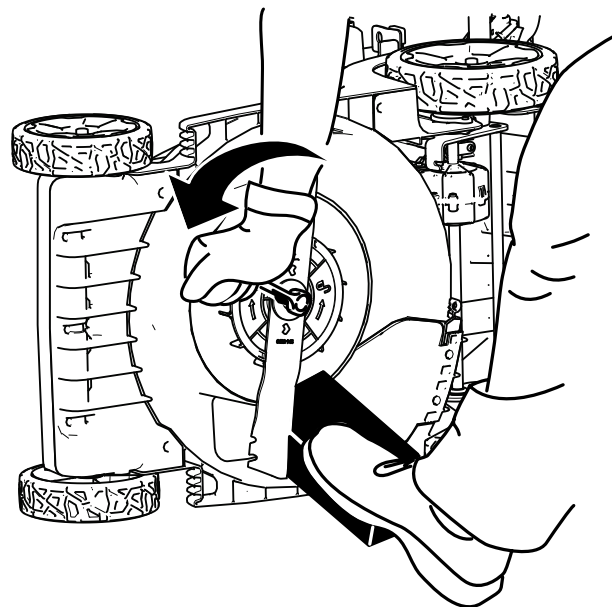

Figura 24
2. Folosiți o bucată de lemn pentru a menține lama stabilă (Figura 24).
3. Îndepărtați urubul lamei, aiba i lama; păstrați aiba i urubul (Figura 24).